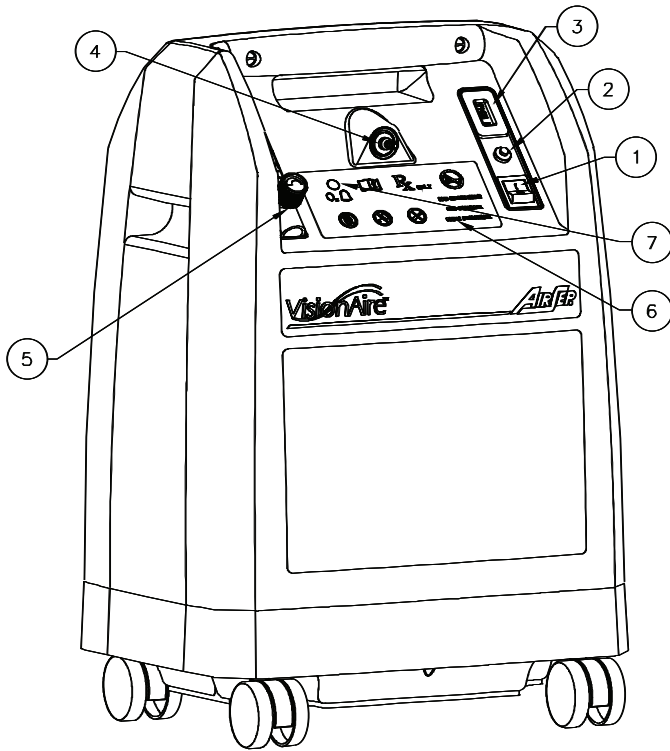

Abb. I.1
I. 1. Vorderseite (Abb. I. 1)	2-DE
I. 1. Vorderseite (Abb. I. 1)